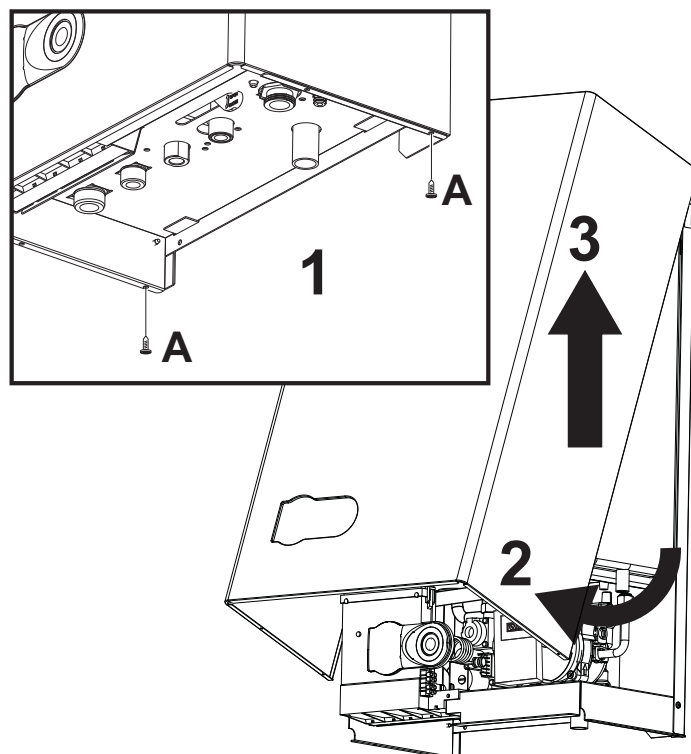

fig. 7 - Apertura mantello
1. Svitare le viti A (vedi fig. 7).
2. Ruotare il mantello (vedi fig. 7).